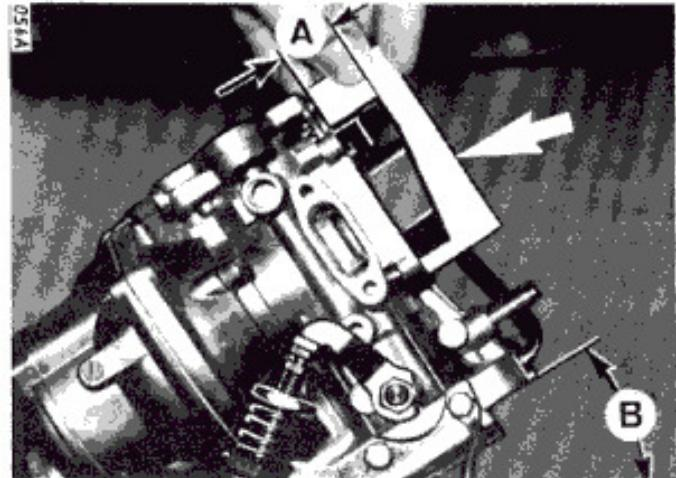

Рис. 14
- Проверить уровень в поплавковой камере как показано на Рис. 14. При необходимости откоректировать подгибанием пластины поплавка.